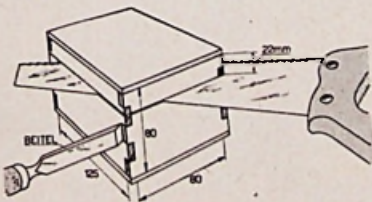

Fig. 7
- Rond, na voldoende drogen, de hoeken en kanten af met vijl en schuurpapier en zaag het geheel door volgens de tekening (fig. 7).